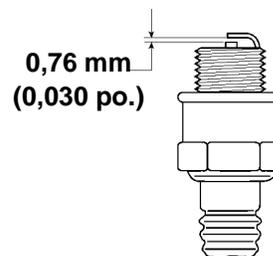

Figure 18
3. Régler l'écartement de l'électrode à 0,76 mm (0,030 pouce) (Fig. 18). Installer la bougie ainsi préparée et le joint d'étanchéité. Serre à un couple de 20 N·m (15 pieds-livres).